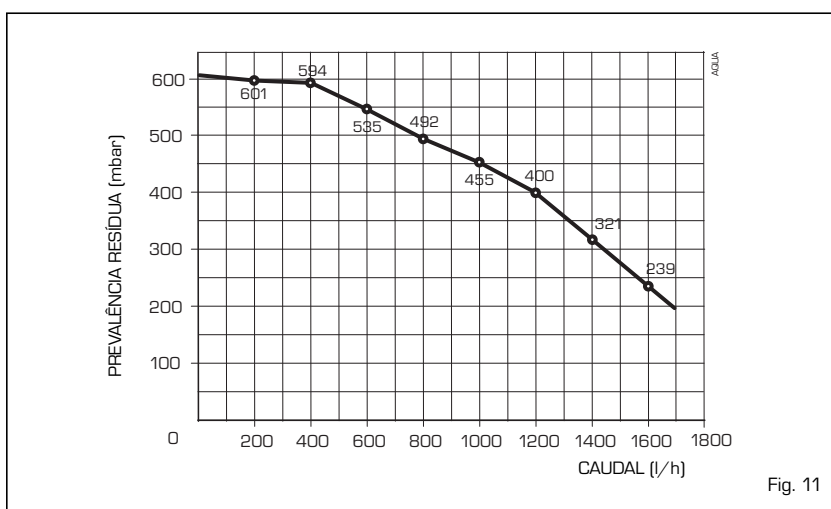

Fig. 11
3.2 PREVALÊNCIA DISPONÍVEL AO APARELHO (fig. 11)
A prevalência residual para o equipamento de aquecimento, é representada, em função do caudal, pelo gráfico da fig. 11.
3.3 Diagnóstico e solução BOMBA DE ALTA EFICIÊNCIA (fig. 11/a)